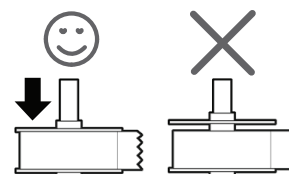

Ilustración 2
- La guía del rodillo de etiquetas se debe colocar junto al rollo de etiquetas de forma que no quede ningún hueco entre ellos. Vea la Ilustración 2.
- 5 Deslice la guía de rodillo por el lateral derecho del rodillo y pulse firmemente la guía contra el lateral del rollo de etiquetas de manera que no **queden huecos** entre el rollo y el rodillo. Vea la Ilustración 2.